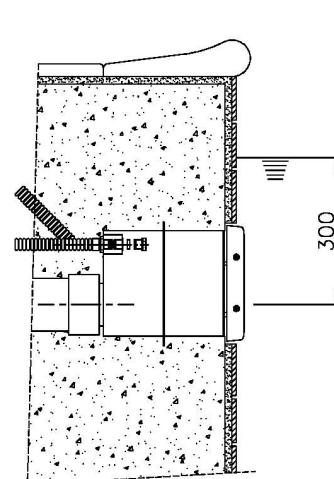

FIG.3
If there is no access to the back, the seal of the suction (16) and control (3-33) ducts is done from the inside of the housing, and the two PG16 packing glands (26) are fitted with their corresponding gaskets over the ducts and passed through the PG16 packing gland holes and protection tubes (previously assembled in the installation phase of the housing, Fig.3).
Si la structure de la piscine ne permet pas d'accéder au boîtier par l'arrière, l'étanchéité des conduits d'aspiration (16) et de commande (3-33) devra être réalisée de l'intérieur du boîtier. Monter les deux presse-étoupes PG16 (18) avec leurs joints sur les conduits et passer ces derniers dans les orifices des presse-étoupes PG16 et les tuyaux de protection (25) (préalablement montés lors de la phase d'installation du boîtier, Fig.3).